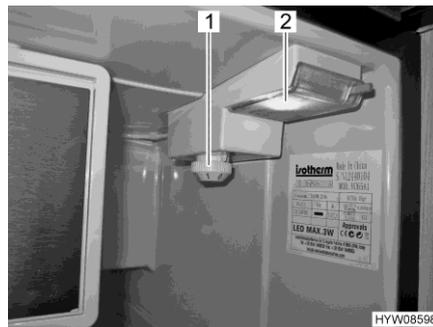

Fig. 121 Bouton de commande (réfrigérateur)
- Tourner le régulateur de température (Fig. 121,1) dans le sens des aiguilles d'une montre de la position "0" sur la position "1". L'appareil est en marche, l'éclairage intérieur (Fig. 121,2) est allumé.
- Tourner le régulateur de température (Fig. 121,1) dans le sens inverse des aiguilles d'une montre sur la position "0". Une légère résistance doit pour ce faire être vaincue.
- Régler la température à l'aide du régulateur de température (Fig. 121,1).